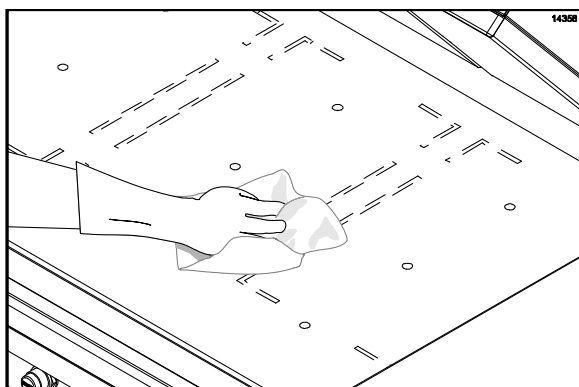

Figura 108
40. Despeje uma pequena quantidade de água morna em um pano limpo apropriado, umedecido com sanitizante, sobre a superfície inferior do grill e remova os resíduos. (Veja a Figura 108.)